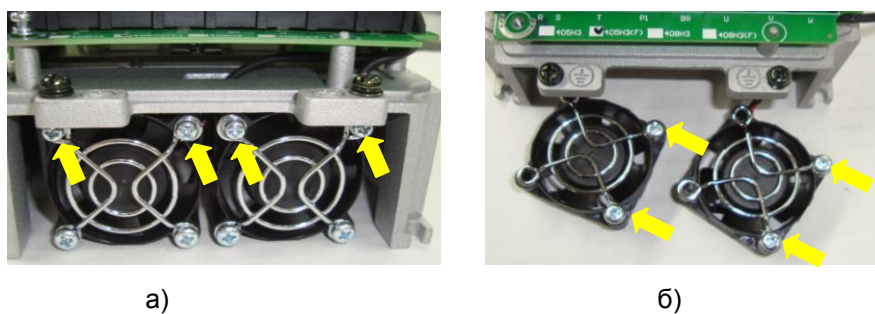

Рис. 6.7
6.3.2. Выкрутить 4 винта крепления внешних вентиляторов (желтые стрелки, рис. 6.7,а).
6.3.3. Выкрутить 4 винта-самореза крепления защитных решеток вентиляторов (желтые стрелки, рис. 6.7,б), все элементы положить в тару.